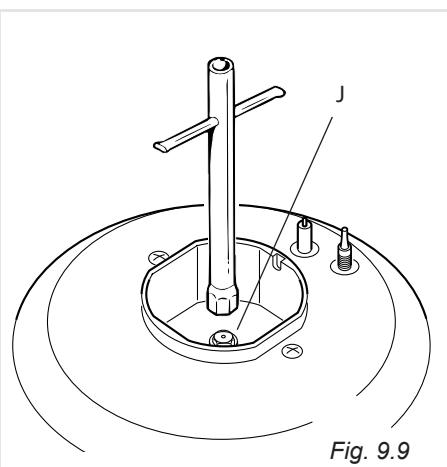

Fig. 9.9
- A l'aide d'une clé plate, remplacer les injecteurs "J" (figs. 9.9, 9.10) par ceux qui conviennent au gaz que l'on va utiliser (voir "Tableau des injecteurs").